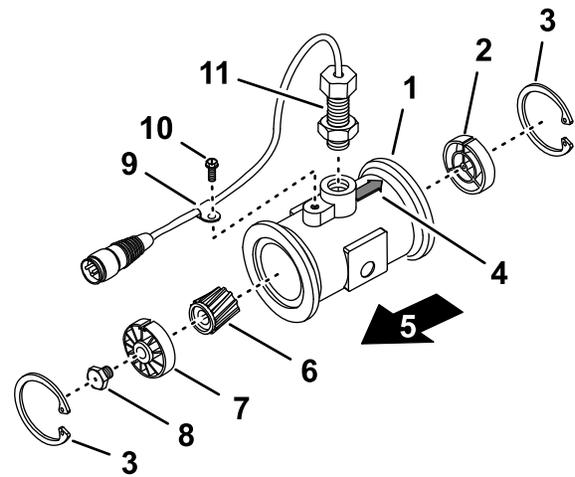

Figura 102
3. Retire o anel de retenção do lado superior (Figura 102).